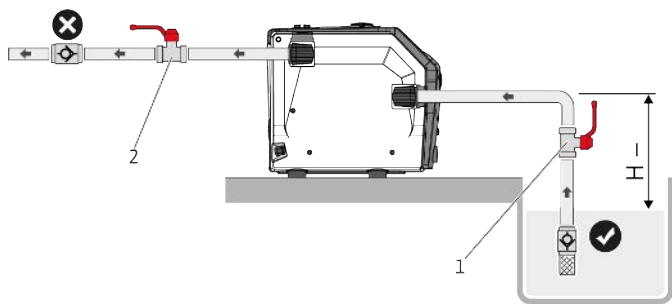
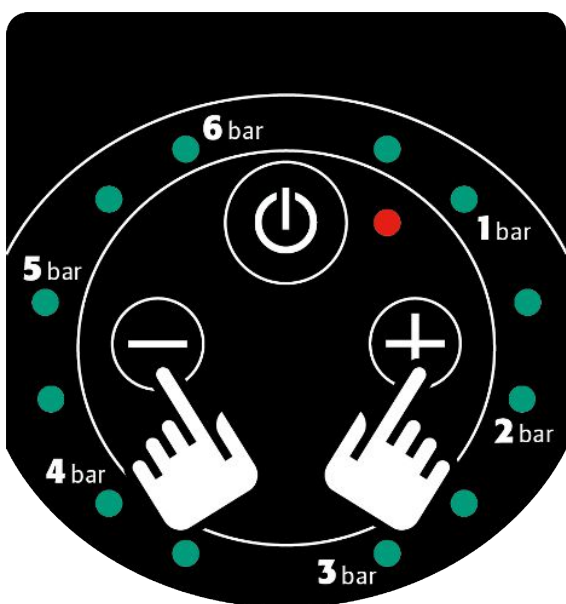

Fig. 8: Imutila
Fig. 11: Ohjauspainike + ja -
1. Jos tuote on asennettu kuormakäytössä (Fig. 8), paina ohjauspainiketta päälle/pois yhden kerran (Fig. 11).
2. Paina ohjauspaneelin ohjauspainiketta "päälle/pois" (Fig. 11).